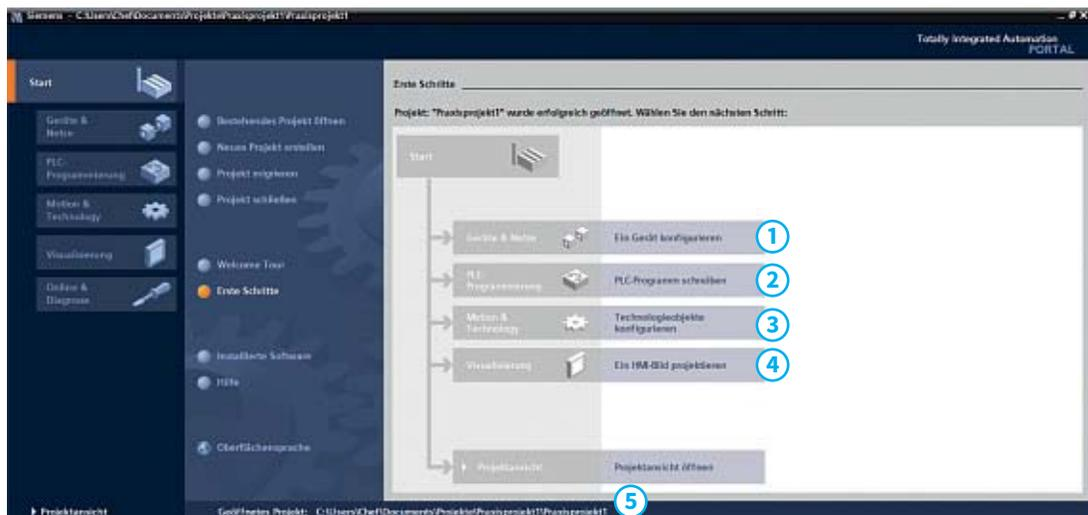

Abb. 4-1: Hardware hinzufügen in der Portalansicht
Nach dem Erstellen oder Öffnen des Projektes ist das Objekt „Visualisierung - Ein HMI-Bild projektieren“ **④** anzuwählen (Bild 4-1).